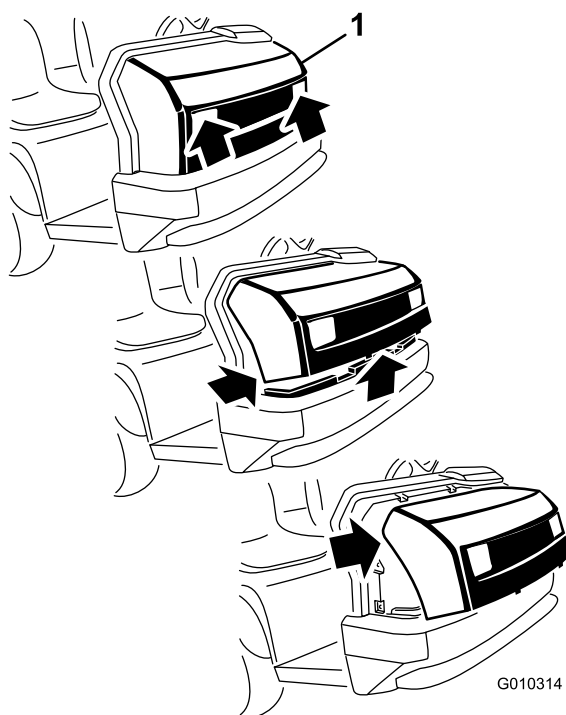

Figura 38
1. Sujete el capó por los orificios de los faros y levántelo para poder liberar las pestañas de montaje inferiores de las ranuras del bastidor (Figura 38).
2. Gire hacia arriba la parte inferior del capó hasta que pueda retirar las pestañas de montaje superiores de las ranuras del bastidor (Figura 38).
3. Gire hacia adelante la parte superior del capó y desenchufe los conectores de los cables de los faros (Figura 38).